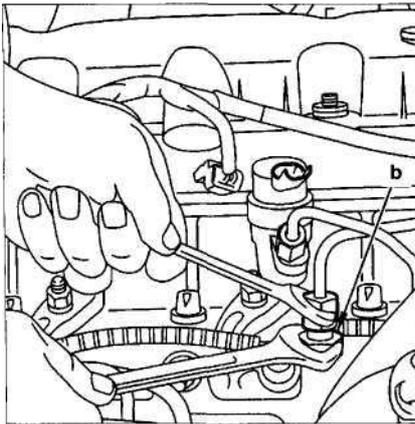

Рис. 7.39. С помощью двух ключей отсоедините топливопроводы высокого давления в точках «b» от аккумулятора высокого давления.
5. С помощью двух ключей отсоедините топливопроводы высокого давления в точках «б» от аккумулятора высокого давления (рис. 7.39).